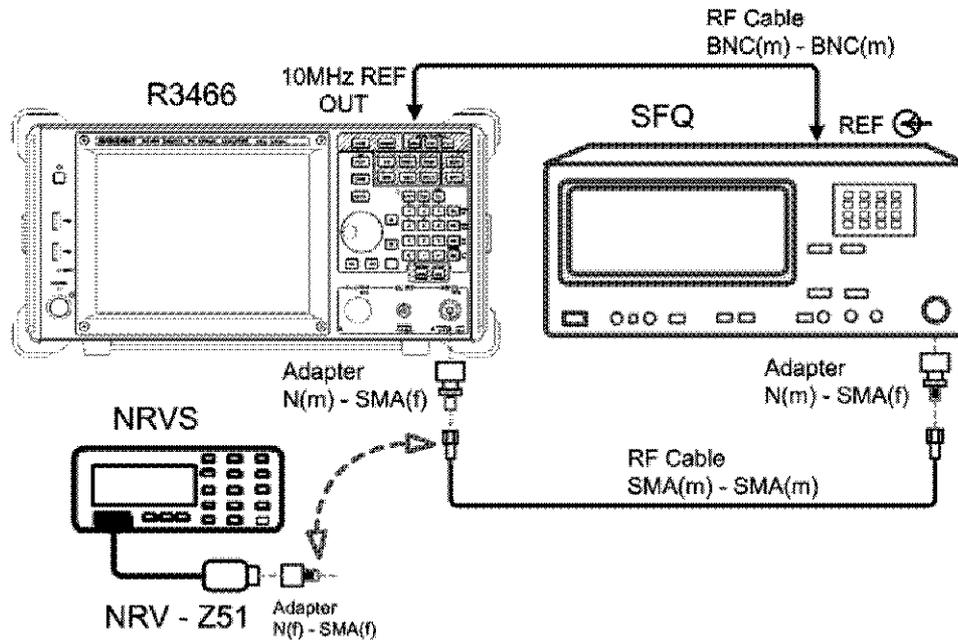

図 2-15 ISDB-T 電界強度レベル確度試験
1. 機器を図 2-15 のように接続します。R3466N の場合は、Adapter の後に 50 to 75  $\Omega$  変換器を使用し、センサも 75  $\Omega$  のものを使用します。
6. パワー・センサを図 2-15 のように接続します。